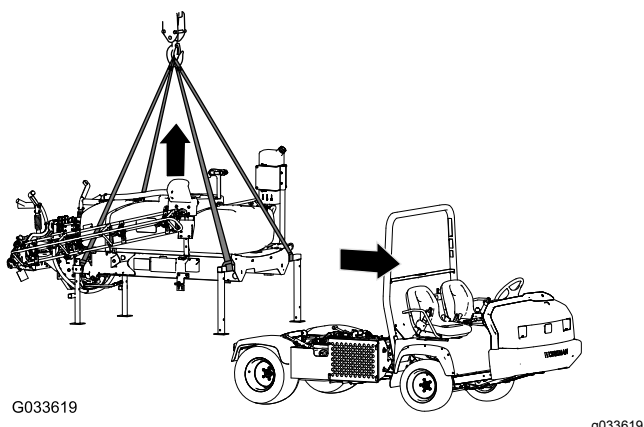

Figura 120
1. Abbassate le barre di circa 45° e ruotatele in avanti (Figura 120).
7. Sollevare il telaio di supporto del serbatoio dalla macchina ad altezza sufficiente per liberare completamente il telaio di supporto dalla macchina (Figura 120).
5. Collegare l'attrezzatura di sollevamento ai tubi orizzontali dei cavalletti anteriori e al palo verticale dei cavalletti posteriori (Figura 120).